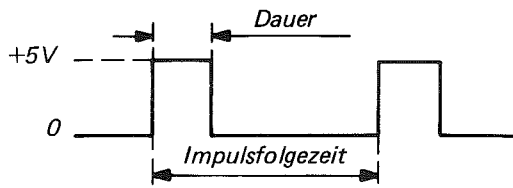

Abb. 6.1. Hauptimpulse, Normalbetrieb
- Nach Anschluss eines Oszilloskops an den Ausgang PULSE OUT über einen Widerstand von 50 Ohm lässt sich ein Impuls nach Abb. 6.1. beobachten.